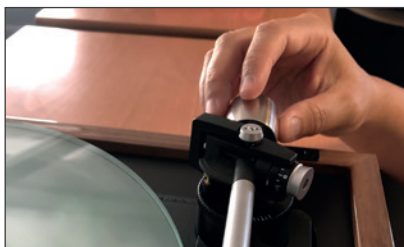
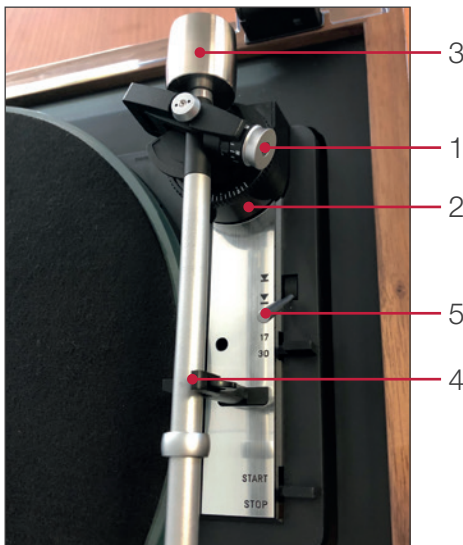

Рис. 5
Рис. 6
Установите регулятор прижимной силы (1) на „0“, а руко-ятку регулировки противоскаты- вающей силы (2) повер-ните против часовой стрелки до упора (Рис. 5). Наверни-те проти- вовес тонарма (3) на заднюю трубку тонарма (Рис. 5). Снимите тонарм (4) с подставки и переместите его на небольшое расстояние в направлении центра опорного диска. Устано- вите рычаг подъема (5) в положе- ние DOWN (Вниз), при этом удерживая тонарм (Рис. 6). Точная балансировка тонарма может быть выполнена путем поворота противовеса (3) для того, чтобы он мог свободно висеть над опорным диском. Переместите то-нарм назад на подставку.